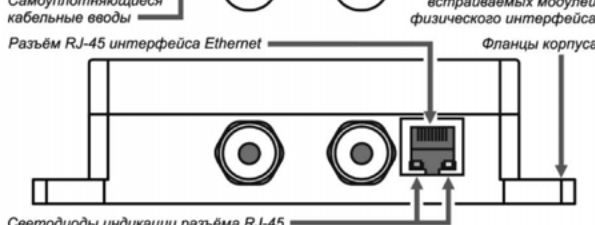

Рисунок 2 – Внешний вид конвертера интерфейса KARAT-910
Конвертер (смотрите рисунок 2) состоит из корпуса и узла электроники (УЭ), который помещается и фиксируется внутри корпуса. На корпус прибора наносится маркировка:
- указатели используемого интерфейса (светодиод, установленного интерфейсного модуля, находится против соответствующего указателя, расположенного на крышке прибора, смотрите рисунок 2).
- убрать перемычку Default, расположенную на печатной плате, рисунок 2;